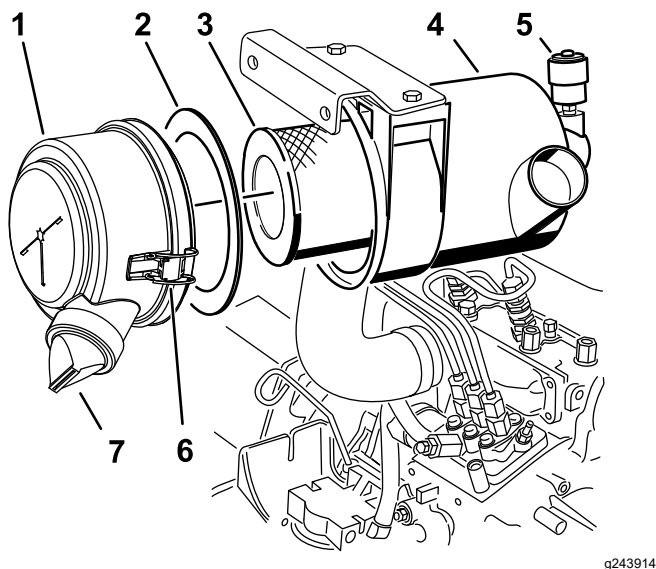

Figure 70
3. Faites l'entretien du filtre à air (Figure 70).